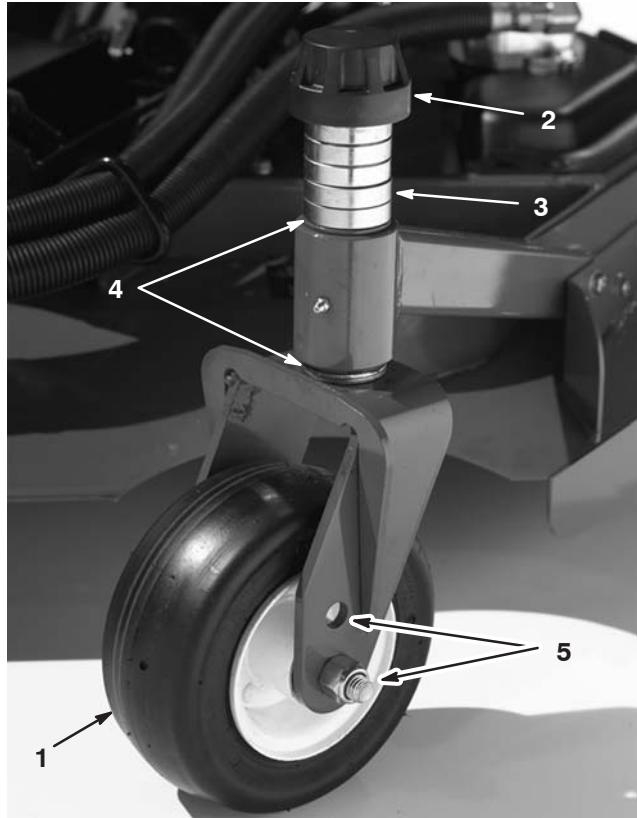
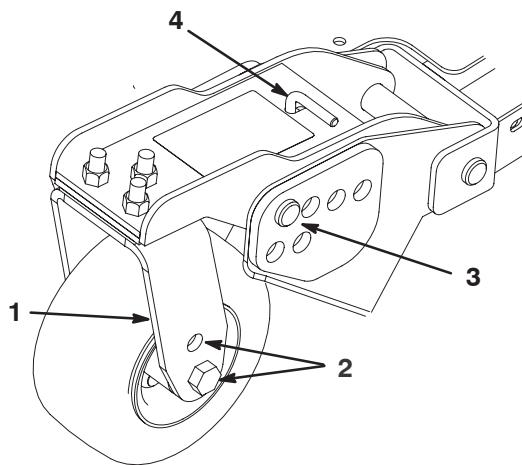
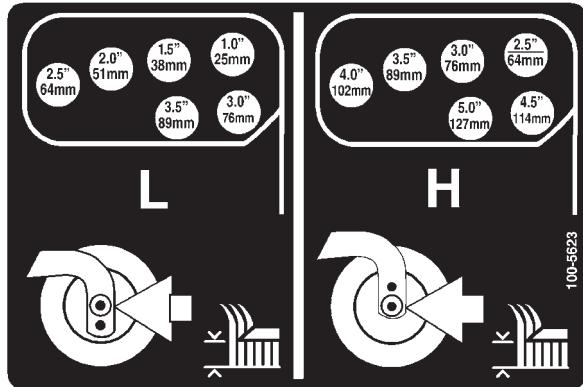

Bild 14
Bild 16
Bild 17
2. Stecken Sie die Laufradachsen in allen Gabeln in die gleichen Löcher (Bild 14 und Bild 16). Beachten Sie die nachstehende Tabelle, um die richtigen Löcher für die jeweilige Einstellung zu ermitteln.
1. Stecken Sie die Laufradachsen in allen Gabeln in die gleichen Löcher (Bild 14 und Bild 16). Siehe die nachstehende Tabelle, um das richtige Loch für die jeweilige Einstellung festzustellen.
2. Entfernen Sie die Spannkappe von der Spindelwelle (Bild 14) und schieben die Spindel aus dem Laufradarm. Ziehen Sie zwei Beilagscheiben (3,2 mm) so auf die Spindelwelle, wie sie ursprünglich montiert waren. Diese Beilagscheiben sind erforderlich, um alle Mähwerke über die Breite auf ein Niveau zu bringen. Ziehen Sie die erforderliche Anzahl von 12-mm-Distanzstücken auf die Spindelwelle, um die gewünschte Schnithöhe herbeizuführen; ziehen Sie dann die Scheibe auf die Welle auf.
4. Entfernen Sie den Splint und den Lastösenbolzen von den Laufradgelenkkästen (Bild 16).
5. Drehen Sie die Spannstange, um den Gelenkarm anzuheben oder abzusenken, bis die Löcher mit den ausgewählten Schnithöheinstellhalterungslöchern im Mähwerkrahmen flüchtig sind (Bild 16 und Bild 17).